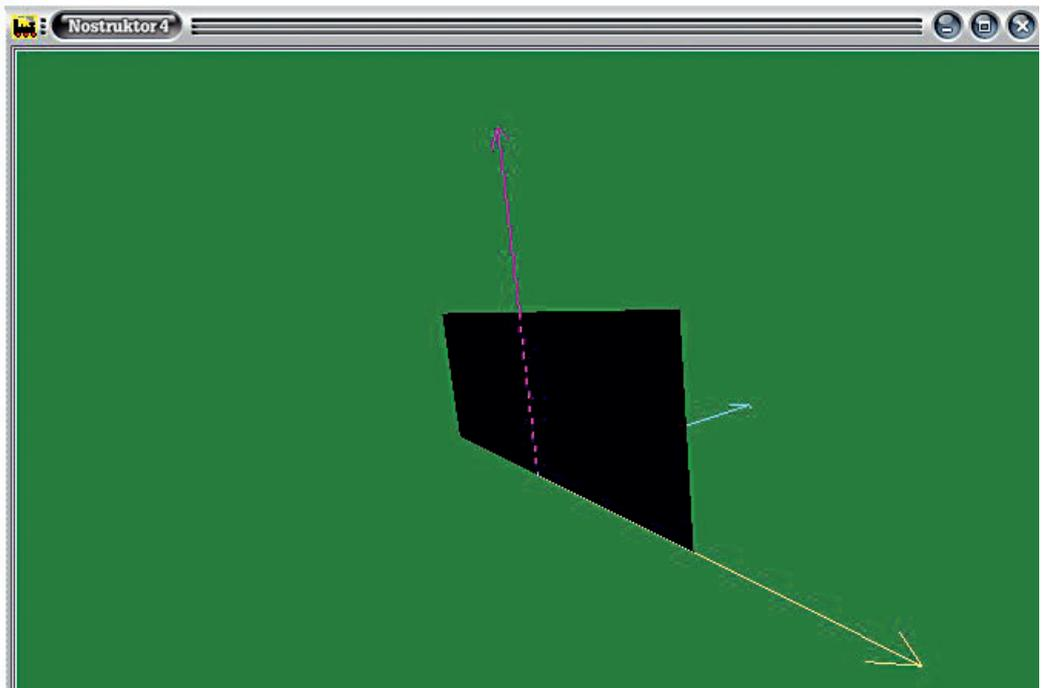

Abb. 3c
- ☞ Klicken Sie nun zweimal hintereinander auf das Werkzeug , um die 3D-Ansicht zu aktualisieren, und siehe da: Unsere Wand steht! (Abb. 3c)